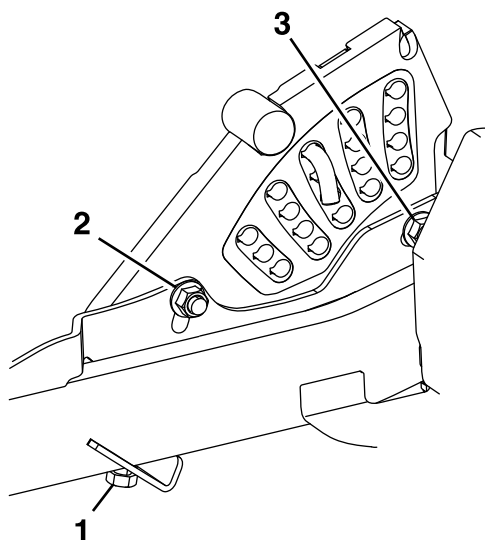

Bild 83
11. Wenn die vier Einstellvorrichtungen des Mähwerks nicht ausreichend eingestellt sind, um die genaue Schnitthöhe mit dem gewünschten Rechen zu erreichen, können Sie die zentrale Einstellvorrichtung (Bild 83) einstellen.
12. Um das zentrale Einstellsystem einzustellen, lösen Sie zunächst die vorderen und hinteren Befestigungsschrauben für die Höhenverstellplatte (Bild 83).
14. Ziehen Sie die zwei Schrauben unten an der Schnitthöhenplatte an (Bild 83).